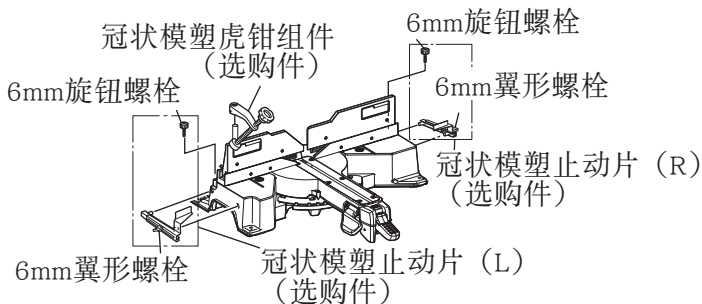

图36
- (1) 与 (R) (选购件)，可以方便地切割冠状模塑，而无需倾斜锯条。将其安装在底座两侧，如图36所示。插入后旋紧6mm旋钮螺栓，以固定冠状模塑止动片。
- (2) 冠状模塑虎钳 (B) (选购件) 可安装在左挡板 (挡板 (B)) 或右挡板 (挡板 (A)) 上。它可与冠状模塑的斜角结合，并可按下虎钳。